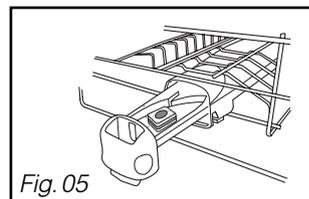

Fig. 05
- puxar a gaveta do distribuidor e colocar a pastilha no interior. (Fig 05).